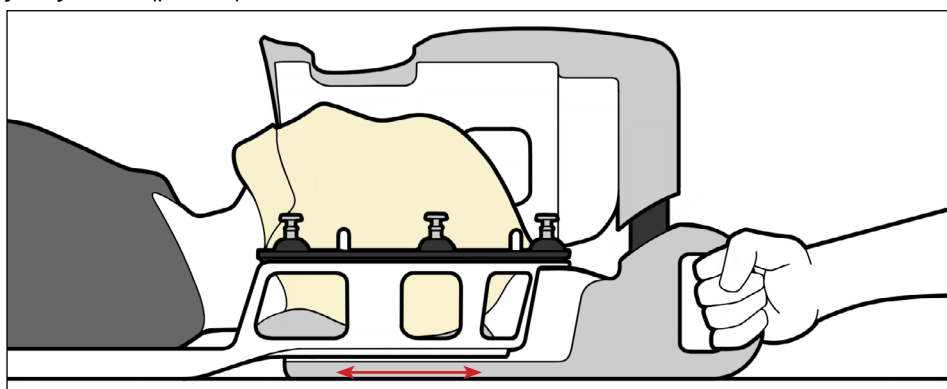

Рис. 8
8. Совместите верхнюю часть отверстия для глаз пациента с крышей глазницы. Если исследуемая область находится выше, сдвиньте катушку вверх. Если исследуемая область находится ниже, сдвиньте катушку вниз (рис. 8).